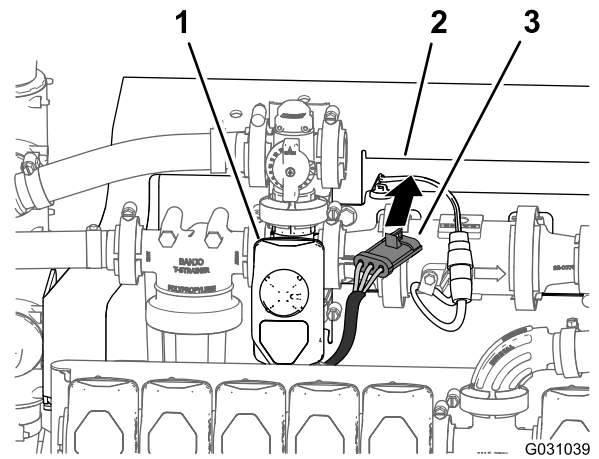

Figura 102
- Enrute el conector de 3 pines del arnés de cables de la válvula de agitación por delante del soporte del distribuidor (Figura 102).